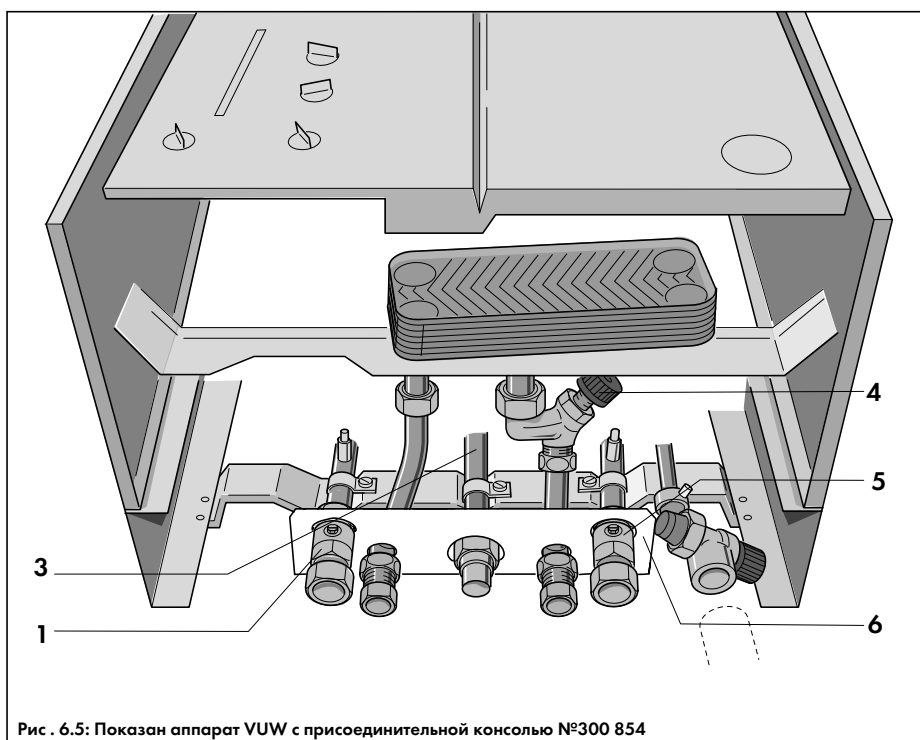

Рис. 6.5: Показан аппарат VUW с присоединительной консолью №300 854
- Открыть запорный кран* холодной воды (4, рис. 6.5), поворачивая его влево;
- Открыть сервисные краны отопительного контура (1 и 5, рис. 6.5);